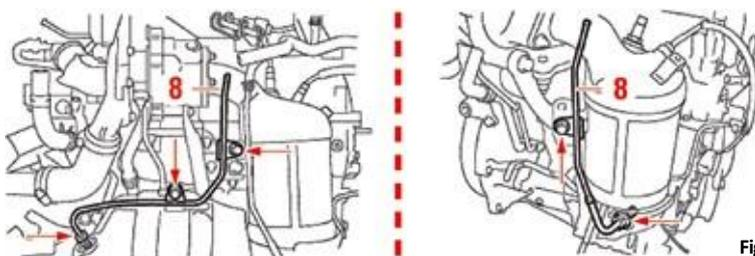

Fig. 36
- **Staccare i condotti della presa di pressione (8)** (Fig. 36).